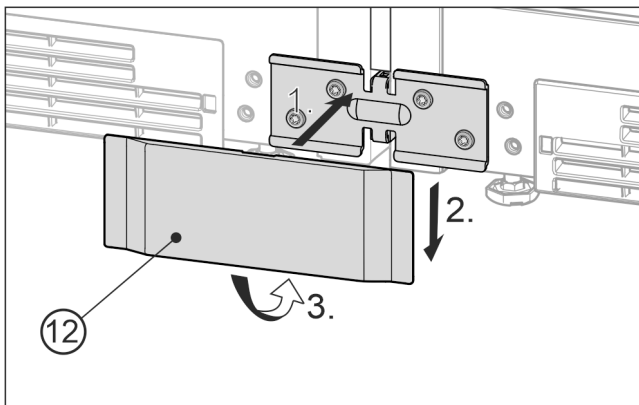

Fig. 24 Beispielhafte Darstellung
- ▶ Die untere Abdeckung Fig. 24 (12) von vorne auf den Winkel aufsetzen Fig. 24 (1), runterschieben Fig. 24 (2) und unten einrasten Fig. 24 (3).